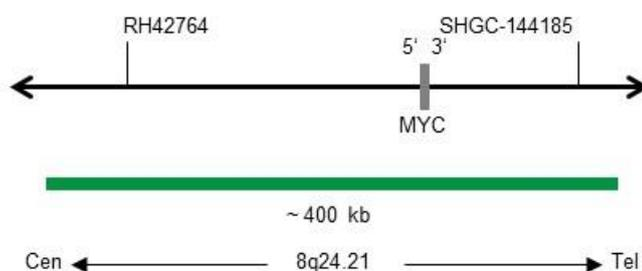

Fig. 1: Mappa della sonda SPEC MYC (non in scala)
- Polinucleotidi (~10 ng/ μ l) marcati con fluorocromo ZyGreen (eccitazione 503 nm/emissione 528), le cui sequenze target mappano in 8q24.21* (chr8:128,487,995-128,887,929) in cui è localizzato il gene MYC (vedere Fig. 1)